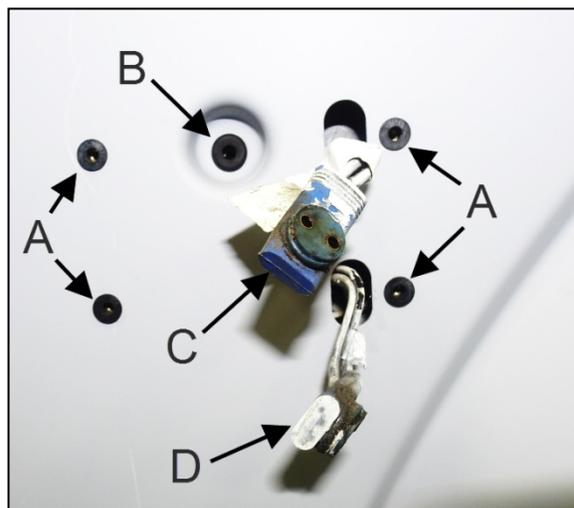

FIGURE 12
20. Installer quatre nouveaux écrous en caoutchouc (item A, Figure 12).
21. Installer le nouveau passe-câble P/N 504529 (item B, Figure 12).